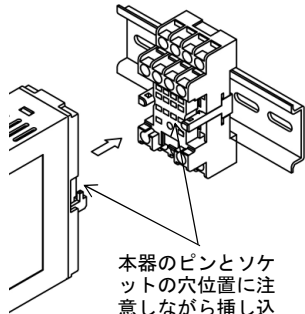

図2.2-3
- (3) 本器をソケットに挿し込んでください。(図2.2-3)